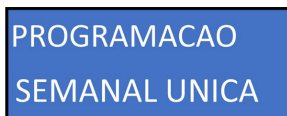

Figura 38
- Para realizar a programação, o usuário deve navegar pelo menu principal utilizando as teclas “para cima” ou “para baixo” até encontrar a função “PROGRAMACAO SEMANAL UNICA” (Figura 38). Apertando a tecla “OK” você será direcionado para o menu de programação.